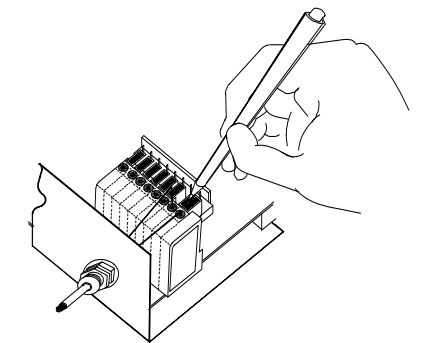

Abbildung 4 – Anschluss an die Federzugklemmen
- Drücken Sie mit Hilfe eines Schraubenziehers den Hebel direkt neben der Klemme nach unten (siehe Abbildung 4 – Anschluss an die Federzugklemmen).